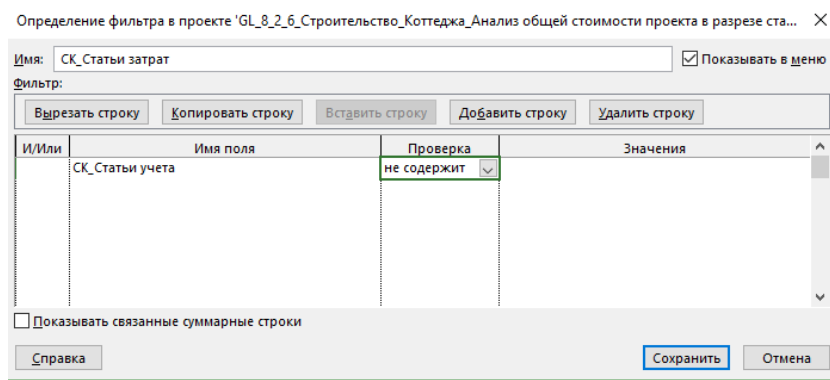

Рисунок 8.61 – Создание фильтра
8. На закладке «Вид» создать фильтр «СК_Статьи затрат», который должен показывать все строки, которые не пусты в поле «СК_Статьи учета» (см. рисунок 8.61).